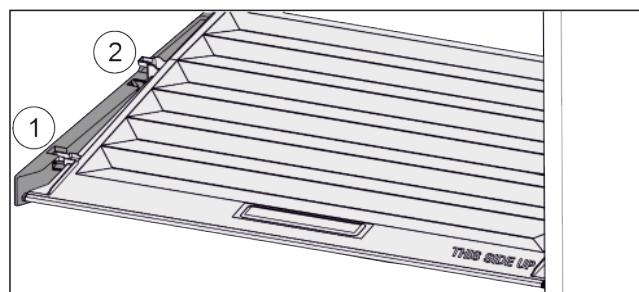

Fig. 44
- Vytáhněte víko dopředu až k otvoru v přídřzných dílech Fig. 44 (1).
- Vzadu zespodu nadzvedněte a vyjměte směrem nahoru Fig. 44 (2).